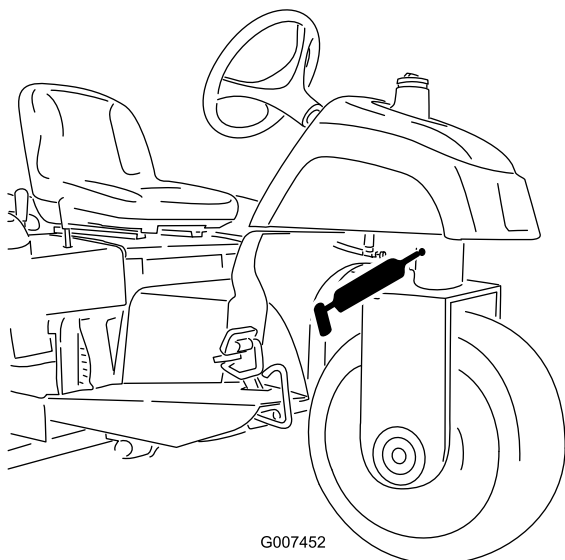

图 26
- 转向枢轴 (图 26)
注意 转向枢轴上的平式接头图 26需要一个黄油枪喷嘴转换器。Toro 订购零件号为 107-1998可从 Toro 授权经销商处购买。